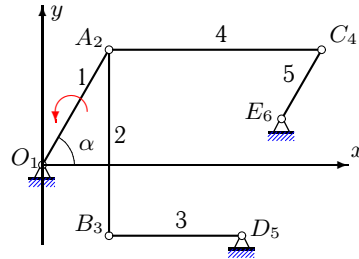

Рис. 104
1. Нумеруем шарниры и звенья механизма (рис. 104). Выбираем систему координат, помещая ее начало в шарнир  $O$ . Определяем координаты шарниров: